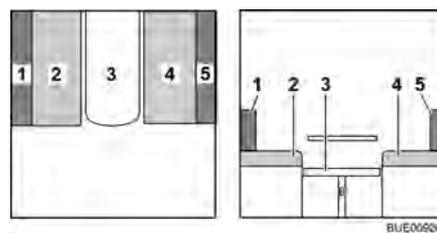

Fig. 78 Durante la transformación
- Quitar el cojín del respaldo (Fig. 78,5) y ponerlo a un lado.
- Tirar del cojín del asiento (Fig. 78,2) hacia el centro.